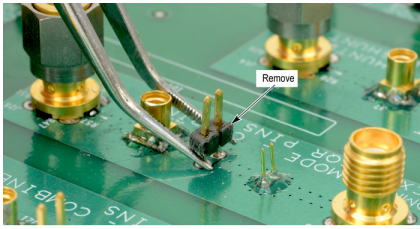

Figuur 7: Afstandsvereisten adapter
De soldeerpinen kunnen rond een op het oppervlak gemonteerd onderdeel op de printplaat worden geïnstalleerd, maar er moet voldoende ruimte vrij blijven voor een goede elektrische verbinding met de adapter. Figuur 7 op pagina 28
3. Breng indien nodig een kleine hoeveelheid lijm aan om de aansluiting op de printplaat verder te versterken. Breng de lijm echter zo laag mogelijk aan voor een goed elektrisch contact voor de adapter. Figuur 7 op pagina 28